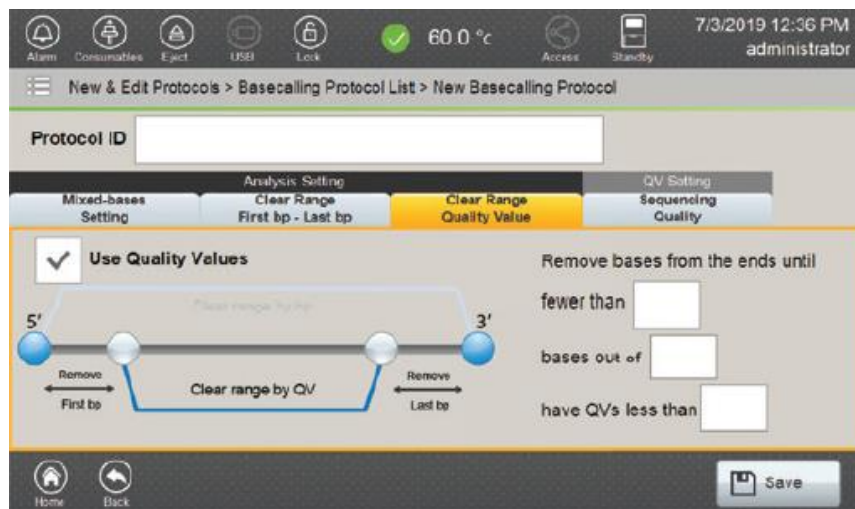

図 125 Clear Range Quality Value タブ
Clear Range Quality Value	<p>“Use Quality Values”にチェックを入れると、指定された quality value（図 125）を使用して first bp と last bp を決めることができます。</p> <p>注：新しい Basecalling Protocol を作成する場合、Clear Range Quality Value のデフォルトの設定が無効になっています。（Box にチェックが入っていません）</p> <p>QV 値に基づいた 5' end と 3' end からの base を取り除くことでソフトウェアが clear range を作ります。Clear range の結果内のスライディング window ではない base out of（例えば 30）には、「have QVs less than」で設定された値（例えば 20）以下の QV 値を持つ指定された base 数（例えば fewer than が 4）以上の Base が含まれます。（図 125）</p> <p>これらのパラメータを満たさないシーケンスの最初や最後のスライド式の 30base の window 部分は、それらの end から切り取られます。fewer than と bases out of の項目にソフトウェアが許可する最小値と最大値は、それぞれ 1bp と 1200bp です。</p> <p>fewer than に入力する値は、常に bases out of に入力する値より小さくしなければなりません。</p> <p>have QVs にソフトウェアが許可する最小値と最大値は、それぞれ 1 と 60 になります。</p>
7. もう一つの方法として、**Clear Range Quality Value** タブ (図 125) を選択し、**Use Quality values** ボックスにチェックを入れると、Clear range は Quality value によって決めることができます。fewer than に bases out of で指定した window サイズを超えて、have QVs less than で指定した QV より低い QV になる可能性のあるベース数を入力してください。例えば、fewer than 4 bases out of a window size of 30 bases can have QVs less than 20 の場合など。